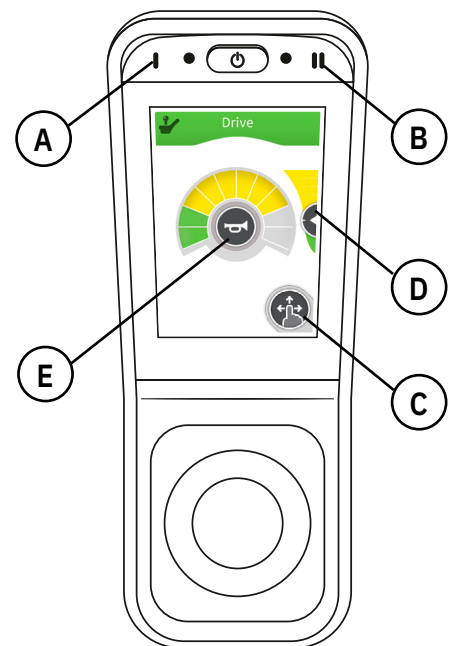

Figure 5.10. Fonctions de conduite sur LiNX REM400.
Le réglage des fonctions de conduite est illustré à la figure 5.10.
- Vérifier que la fonction de conduite est sélectionnée (voir figure 5.10).
- Pour adapter les caractéristiques de conduite dans le profil de conduite sélectionné, passer le doigt vers le haut ou vers le bas sur la commande de vitesse de l'écran (D). Le réglage ajuste la plage de vitesse définie dans le profil de conduite.
- Pour émettre un signal sonore, appuyer sur le bouton de l'avertisseur sonore (E), voir figure 5.10.